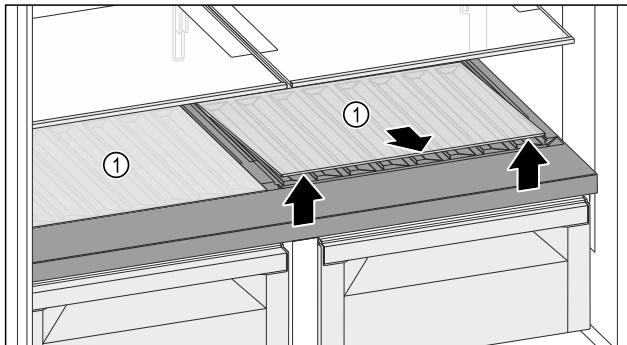

Fig. 130
- ▶ Повдигнете една или и двете стъклени площи Fig. 130 (1) при прореза отпред и извадете.
- ▶ Съхранявайте стъклената(ите) плоча(и) Fig. 130 (1) на сигурно място извън уреда.